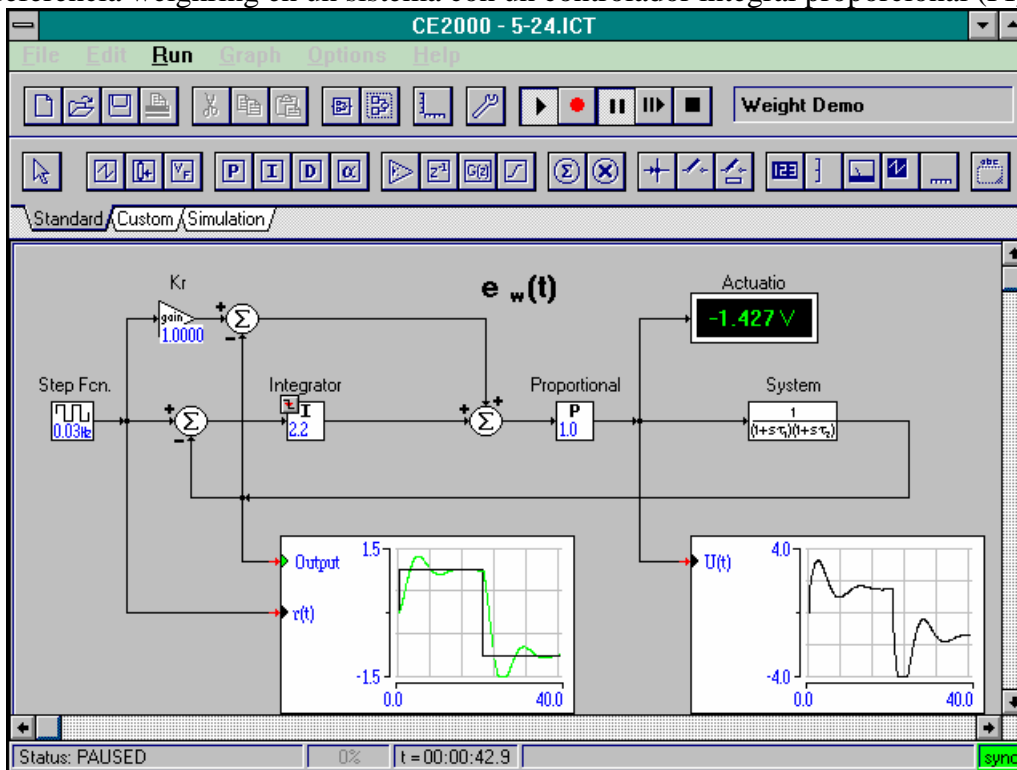
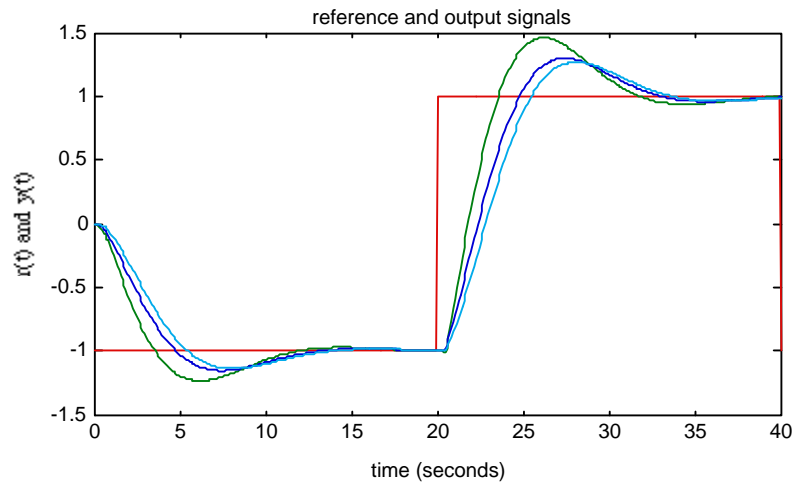

Figura 10. Controlador PI con referencia-weighting
Figura 11. Referencia y salida de un controlador PI con referencia weighting para valores de $K_r=2$ (trazo verde), 1(trazo azul marino), 0.5(trazo azul cielo).
La ganancia K_y es un weighting sobre el setpoint el cual puede improvisar la respuesta de los sistemas de control para las señales de referencia pero no altera la estabilidad del sistema o la forma en la que distorsiones en el lazo feedback son tratados. Técnicamente es llamado feedforward y altera la respuesta transitoria a la referencia para cambiar los ceros del sistema de lazo cerrado. La figura 10 muestra la referencia weighing en un sistema con un controlador integral proporcional (PI).
El comportamiento del sistema de control mostrado en la figura 10 está dado por la ganancia de setpoint-weighting (K_y) en la figura 11 y 12. La principal idea de esas imágenes es para incrementos K_y la salida alcanza el setpoint más rápidamente, pero sin cambios en la ganancia de lazo.